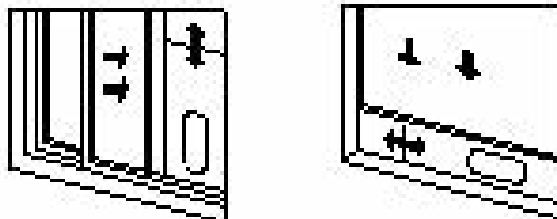

рис. 5
- ▶ откройте окно на половину и установите горизонтально или вертикально уплотнительную панель из монтажного набора (18)
- ▶ передвиньте элементы уплотнительной панели, отрегулируйте расстояние между панелями, чтобы они плотно заполняли пространство, возникшее после перемещения створки окна (рис. 5), и зафиксируйте винтом, при необходимости, обрежьте на нужную длину панель без щели